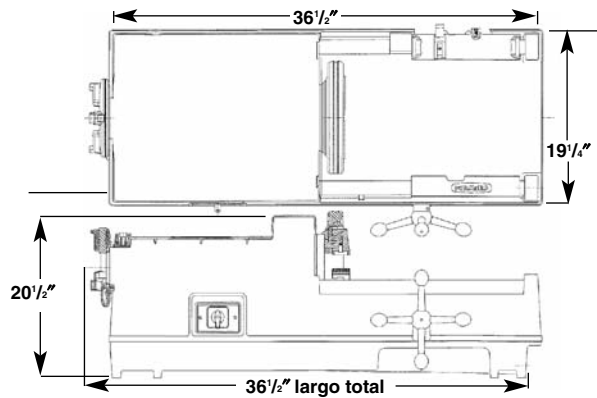

Figura 2 – Dimensiones de la Roscadora No. 535
1. Si no se emplea un soporte, la máquina debe montarse sobre un banco o mesa de trabajo estable. Para montarla sobre un banco, atornille la base de la máquina en sus cuatro esquinas con los cuatro (4) pernos de 5/16 pulgada provistos. Las dimensiones de la base se muestran en la Figura 2.